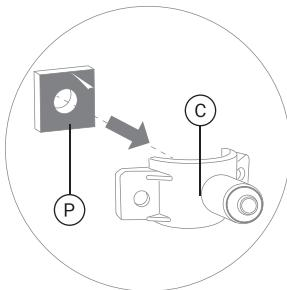

Рис. 12
19. Снимите с уплотнительной прокладки (Р) защитную пленку. Приклейте прокладку с внутренней стороны хомута (С), одновременно совмещая отверстие в прокладке с выходным отверстием в хомуте (рис. 12).